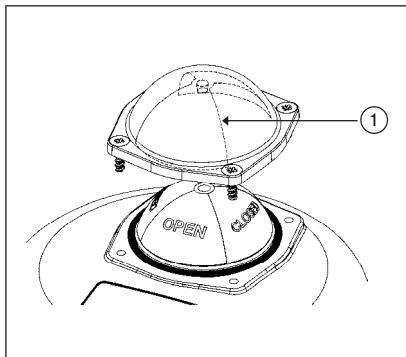

Bild 9:
- Glashaube des Stellungsanzeigers 1 inkl. den Dichtring durch Lösen der vier Befestigungsschrauben abnehmen und die Glashaube entfernen (siehe „Bild 9“).